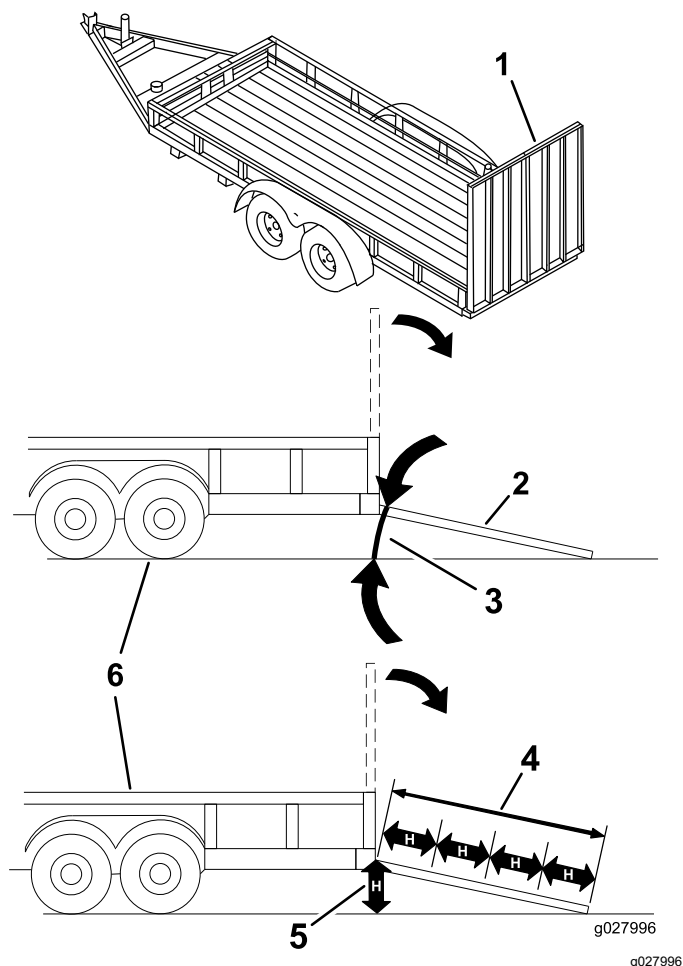

Рисунок 31
При погрузке машины на прицеп или грузовик повышается вероятность опрокидывания, что может привести к получению тяжелой травмы или гибели (Рисунок 31).
1. Опустите наклонный въезд, убедившись, что угол между наклонным въездом и поверхностью земли не превышает 15 градусов (Рисунок 31).